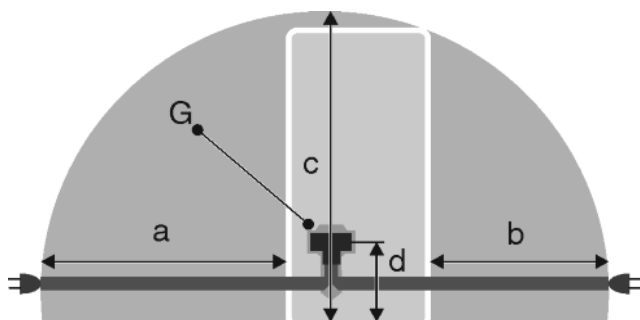

Fig. 48
- A konnektor a készülék hátoldali területén kívül helyezkedik el a megadott tartományban. Fig. 48 (a, b, c)
- ▶ Dugja be a csatlakozót Fig. 48 (G) a készülék hátoldalába. Figyeljen a megfelelő bekattanásra.